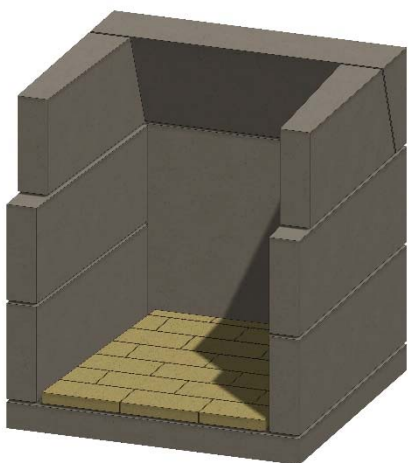

Figura 15. Ladrillo refractario para el suelo
H. Forre el hogar, utilizando ladrillos refractarios partidos y juntas de mortero de 1/4 de pulgada. Instale primero el ladrillo refractario en el suelo, con 1/4 de pulgada de Stone Age Multi-Purpose Ready-Mix u otro mortero de alta temperatura. Véase la figura 15.